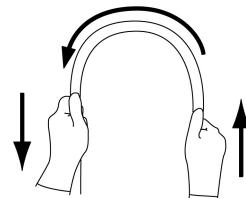

図2
- 4.挿入部を両手で持ち、全長にわたって図2に示すように順次半円の頂点をすらすらと曲げたときに、適切な軟らかさを有しており、軟らかさが不連続になっているなどの異常がないこと。